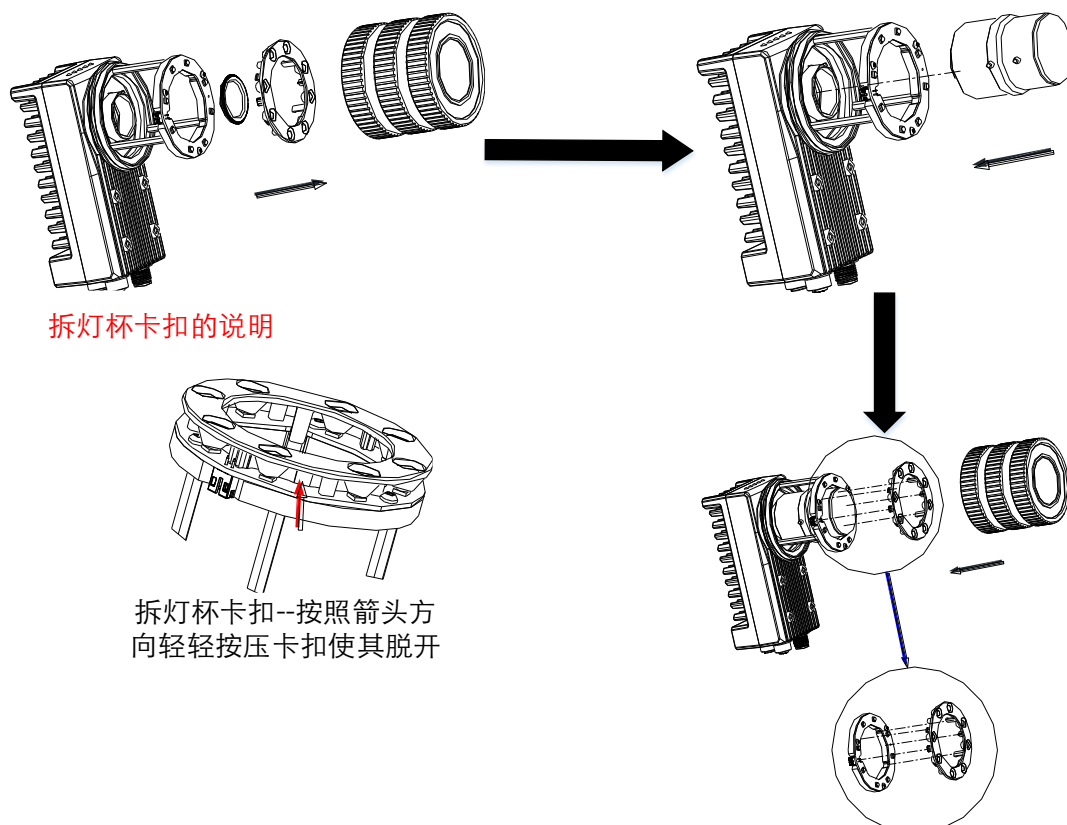
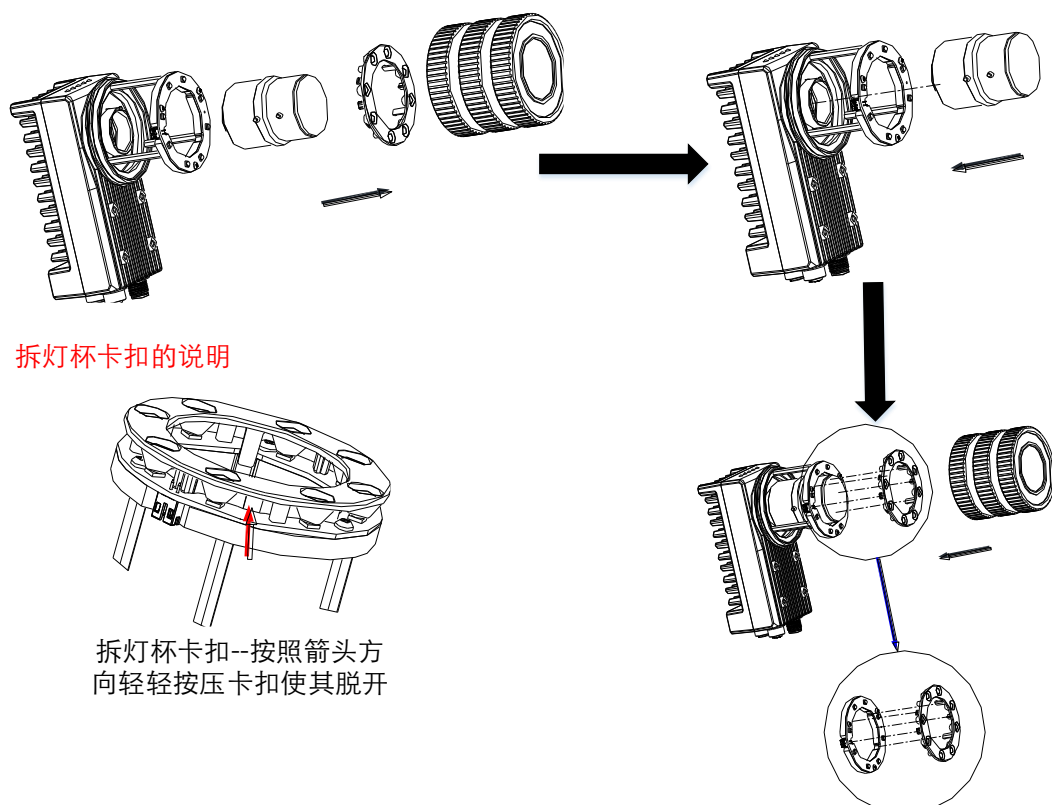

图2-1 安装镜头示意图
图2-2 更换镜头示意图
1. 打开机器外包装，首先需要拧开相机的防水镜头罩，取下灯杯，将合适的 C 接口镜头安装到相机上。镜头安装好后，先安装上灯杯，最后安装上防水镜头罩。安装镜头的方式如图 2-1 所示，更换镜头的方式如图 2-2 所示。